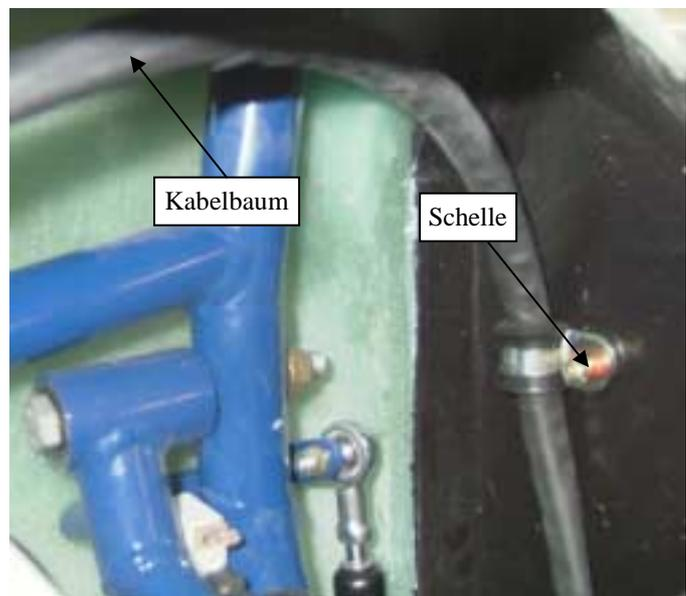

Abbildung 8 Blickrichtung ist Flugrichtung von Motorraum zum hinteren Hauptspant
- Falls nötig die Rohrschelle (siehe Abbildung 8) lockern und den Kabelbaum soweit wie nötig nach unten durchziehen.
- Schelle wieder mit Loctite 243 sichern und mit Schraubensicherungslack markieren (siehe Abbildung 8).